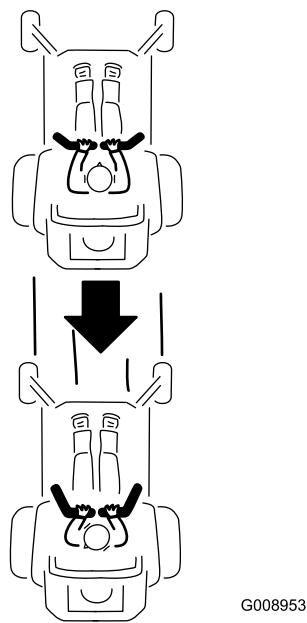

Figura 25
- Per fare marcia indietro tirate lentamente indietro le leve di controllo del movimento (Figura 25).